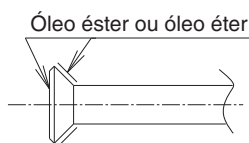

Fig. 7
- Ao usar ligações de porca de alargamento, aplique óleo éter ou óleo éster à secção de alargamento e, a seguir, rode 3 ou 4 vezes com a mão. (Consulte a Fig. 7)